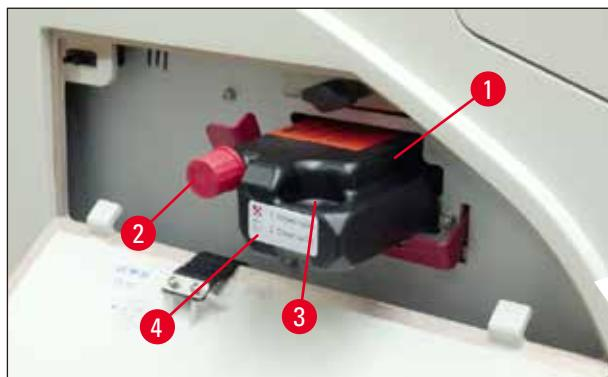

図 57
3. 保護フィルムを外した後、カートリッジを半分ほどカートリッジスロットに挿入します（→ "図 57"）。